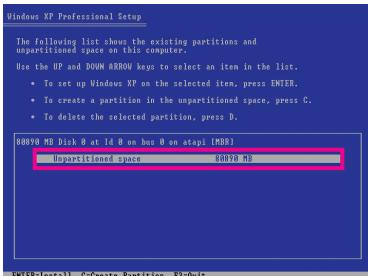
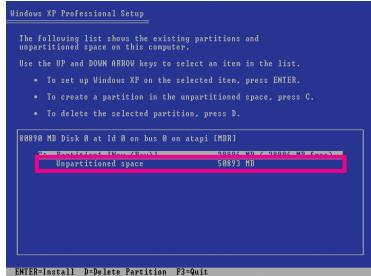

図 1
図 2
- ハードドライブをパーティションで区切るとき(図 1)、Xpress Recovery2 用に未割り当てスペースが残っていることを確認してください(10 GB 以上を推奨します)。実際のサイズ要件はデータ量によって異なります(図 2)。